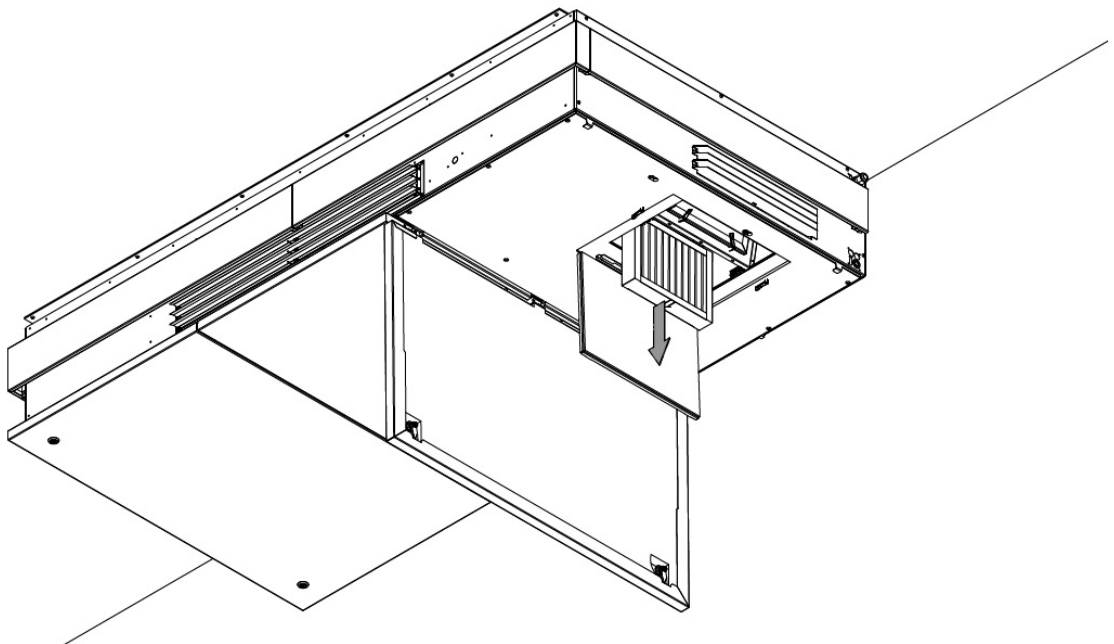

Abbildung 30: Herausnehmen des Feinfilters
7. Nehmen Sie den Filter heraus und ersetzen Sie ihn durch einen neuen, siehe Abbildung 30 und Abbildung 31.